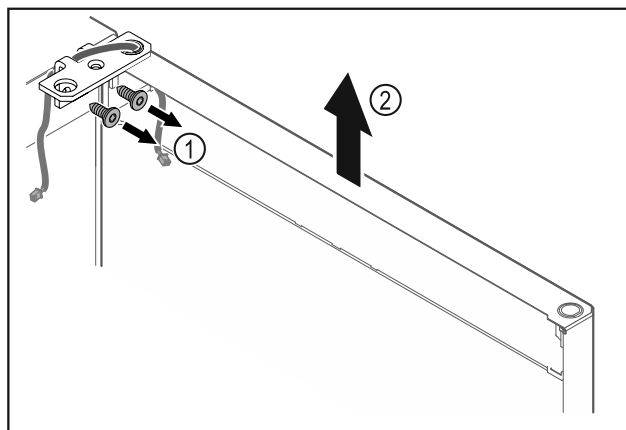

Fig. 15
- ▶ Skru hængselvinklen Fig. 15 (1) af.
- ▶ Løft døren og hængselvinklen Fig. 15 (2) ca. 200 mm lige op, og tag dem af.